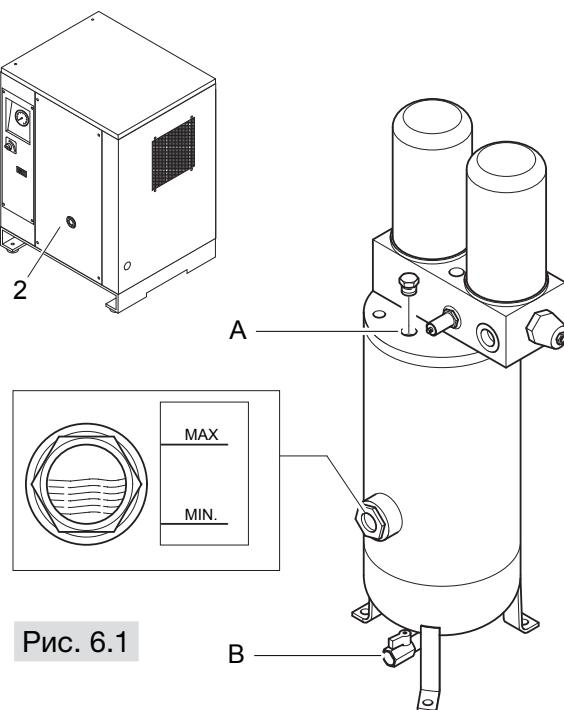
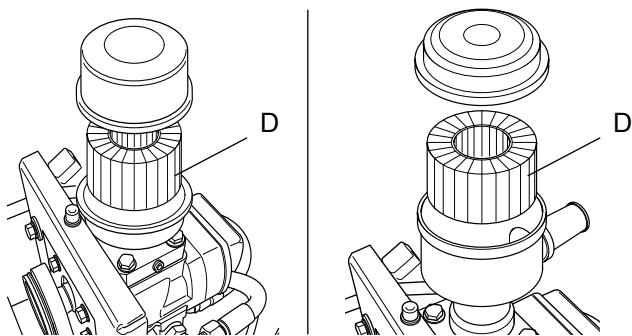

Рис. 6.1
Рис. 6.2
- Убедиться в отсутствии сжатого воздуха внутри масловоздушного ресивера: отвинтить кран A (см. рис.6.1) и полностью спустить воздух.
(см. рис. 6.1)
**Контроль масла и доливка при необходимости (см. рис. 6.1)**
- При выключенном компрессоре снять переднюю панель (2) и проверить уровень масла по индикатору.
**Очистка / замена фильтрационного элемента (см. рис. 6.2)**
(см. рис. 6.1)**